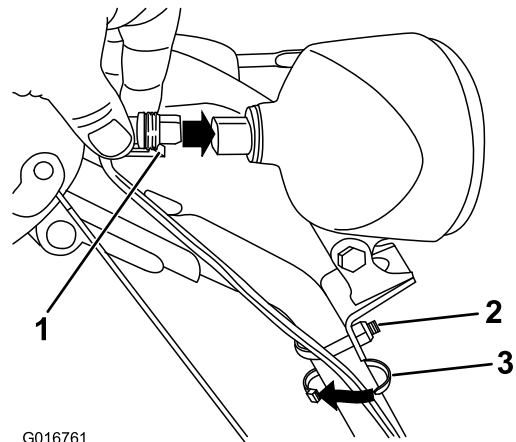

Figura 18
1. Inserite direttamente nel retro del faro il connettore situato sull'estremità allentata del cavo, finché non è saldo (Figura 18).
Nota: L'attacco in plastica sul connettore del cavo deve trovarsi in fondo (Figura 18).
2. Fissate una fascetta per cavi (dal sacchetto delle parti sciolte) attorno al filo e alla stegola, circa 2,5 cm sotto il bullone a U (Figura 18).